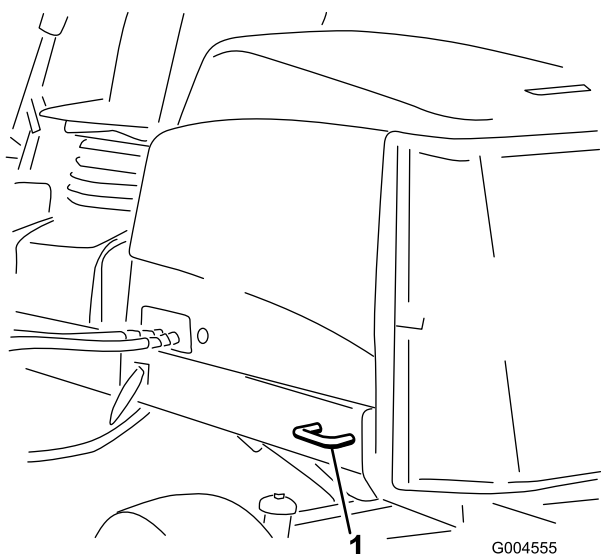

Рисунок 42
- В задней части – используйте каждую сторону машины на задней раме (**Рисунок 42**).